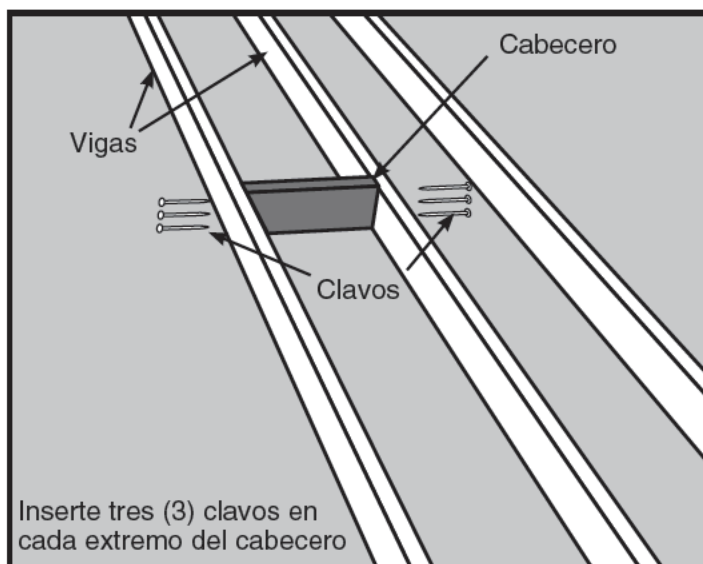

Figura 12
- PASO 3.** Coloque uno de estos cabeceros en un extremo de la ubicación elegida (vea la Figura 12). El cabecero debe ajustar perfectamente entre las vigas. Martillelo hasta su posición si fuera necesario; si a su longitud le sobra más de 1.6 mm (1/16"), recórtelo. Si a su longitud le falta más de 1.6 mm (1/16"), corte otro trozo.
- PASO 4.** Ponga el cabecero a escuadra respecto a una viga e inserte tres (3) clavos 16d en el cabecero, a través de la viga. Verifique la escuadra e inserte tres (3) clavos 16d en el cabecero, a través de la otra viga (vea la Figura 12). **Es muy importante que la tabla utilizada como cabecero esté verticalmente a plomo y horizontalmente a escuadra con las vigas laterales.**